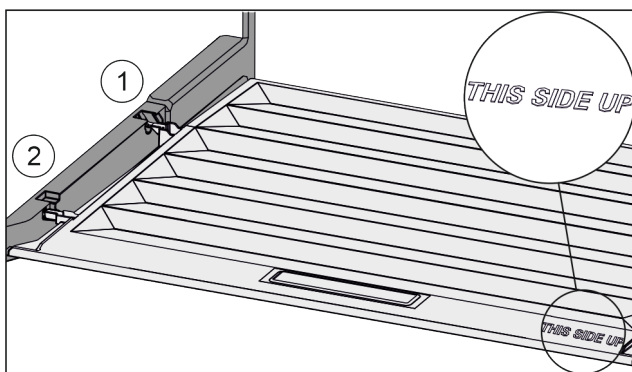

Fig. 44
- Inserire le nervature del coperchio attraverso l'apertura del supporto posteriore Fig. 44 (1) e innestare anteriormente nel supporto Fig. 44 (2).